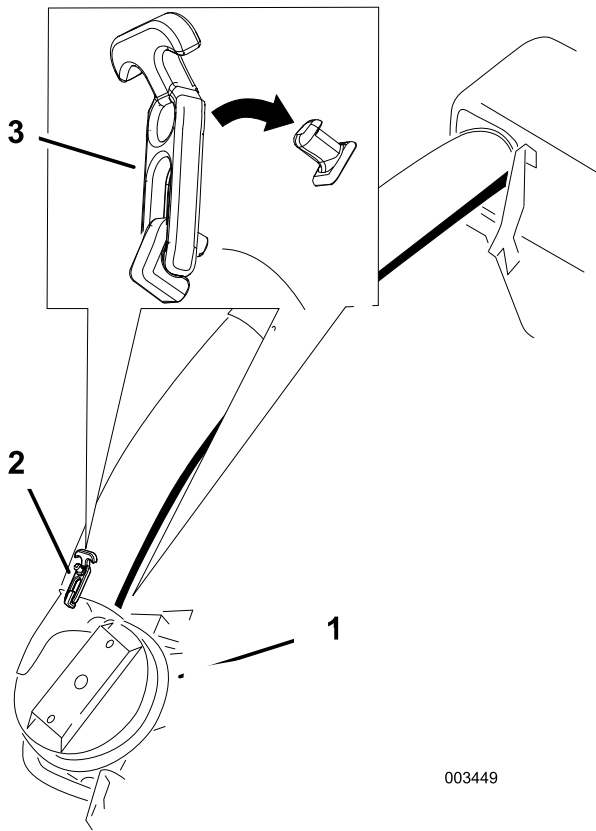

Figure 35
6. Glissez le tube inférieur sur le carter de ventilateur et verrouillez-les ensemble (Figure 35).